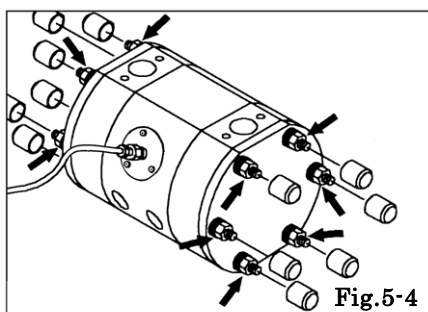

Fig.5-4
- ・タイロッド横両端のキャップ 12 か所（DP-38FE は 16 か所）を取り外す。〔Fig.5-4〕
- ・タイロッド横両端のナット 12 か所（DP-38FE は 16 か所）を外し、補助板、O リング、アウトチャンバーを取り外す。〔Fig.5-4〕